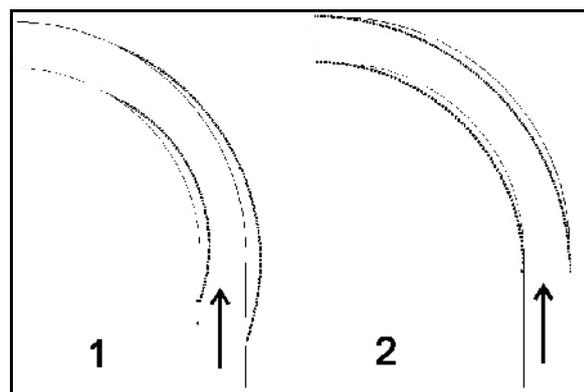

Fig. 36
- o Maschine übersteuert (Fig. 36/1): → kleineren Regelfaktor wählen
- o Maschine untersteuert (Fig. 36/2): → größeren Regelfaktor wählen